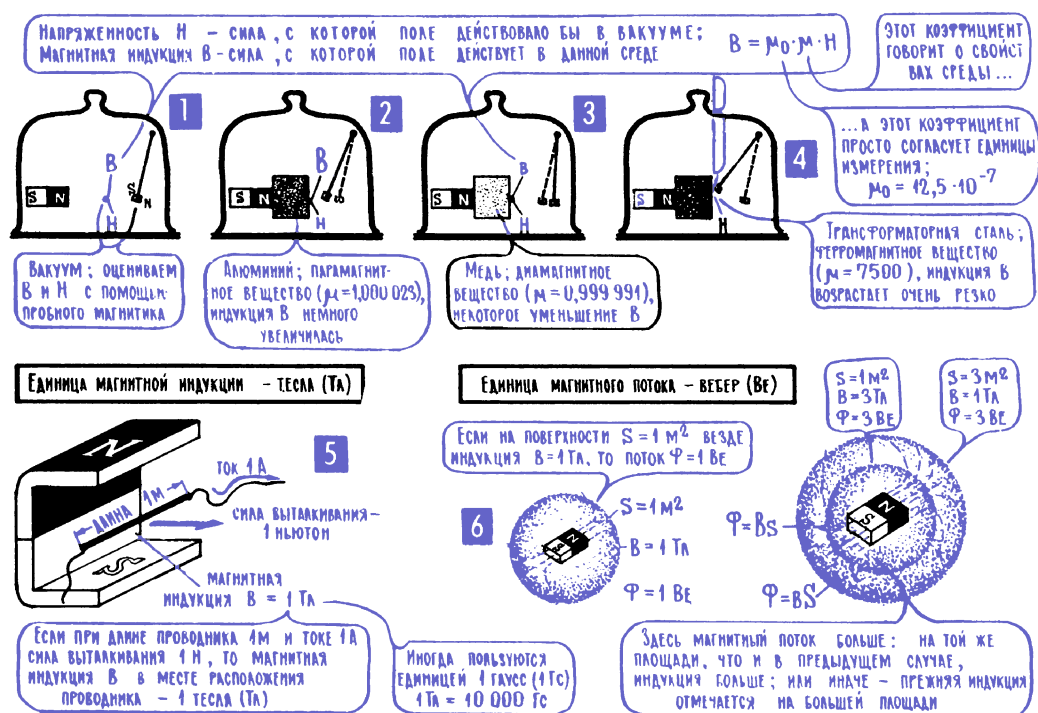

Рис. 5.4. Характеристики магнитного поля
А вот все основные магнитные характеристики – это характеристики магнитного поля. Одна из них – *напряженность поля* (H) – показывает, с какой силой магнитное поле в данной точке действовало бы на определенный пробный магнит, скажем на проводник с током в 1 А, если бы действие происходило в вакууме (рис. 5.4; 1). События переносятся в вакуум, чтобы исключить всякое влияние среды, и поэтому можно считать, что напряженность поля – это абсолютно чистая характеристика: она говорит только о возможности магнита, который создает магнитное поле. И ни о чем другом. Единица напряженности – *ампер на метр* (А/м). Магнитное поле с такой напряженностью появляется на расстоянии 16 см³ от проводника, по которому идет ток в 1 ампер.
Если напряженность говорит о том, что могло бы делать магнитное поле, то вторая характеристика – индукция – говорит о том, что оно делает реально, с учетом среды (рис. 5.4; 2). *Магнитная индукция* (B) показывает реальную силу, с которой поле в данной точке действует на пробный магнит. Единица магнитной индукции – *тесла* (Т или Тл).